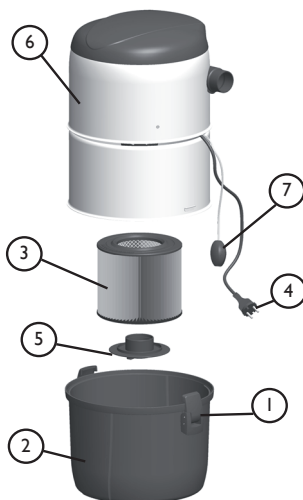

Fig 1
2.2 Filterservice [fig. 1]
- Kontrollera svagströmskontaktens [fig. 1;7] anslutning till motstycket på centralenhetens väggstativ.
- Kontrollera om anläggningen startar från centralenhetens svagströmskontakt [fig. 1;7] genom att kortsluta centralenhetens startkrets med en metalltråd.